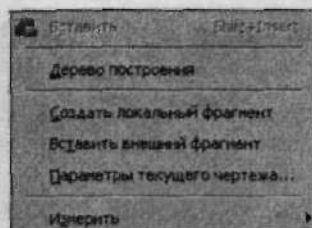

Рис. 1.33. Меню, появляющееся при нажатии правой кнопки мыши
2. Щелкните правой кнопкой мыши и из появившегося меню выберите пункт **Параметры текущего чертежа** (рис. 1.33).